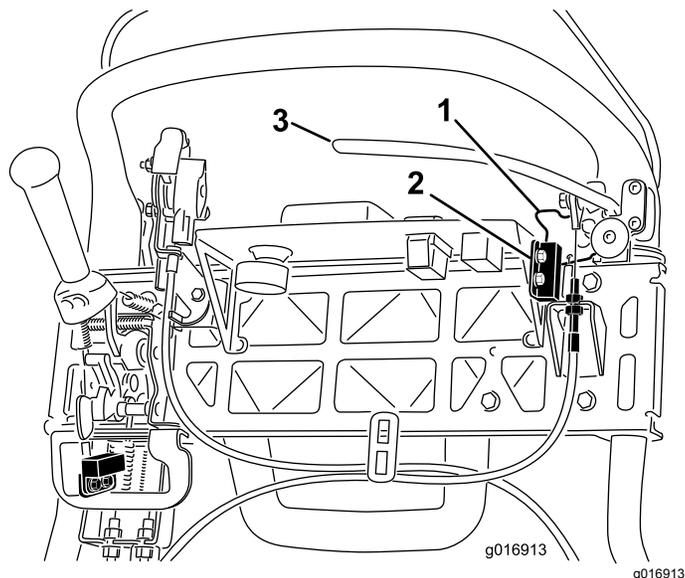

Figura 43
4. Desaperte as juntas de montagem do interruptor de segurança (Figura 43).
5. Coloque um calço de 1,6 mm entre o bloqueio do travão de estacionamento e o interruptor de segurança (Figura 43).